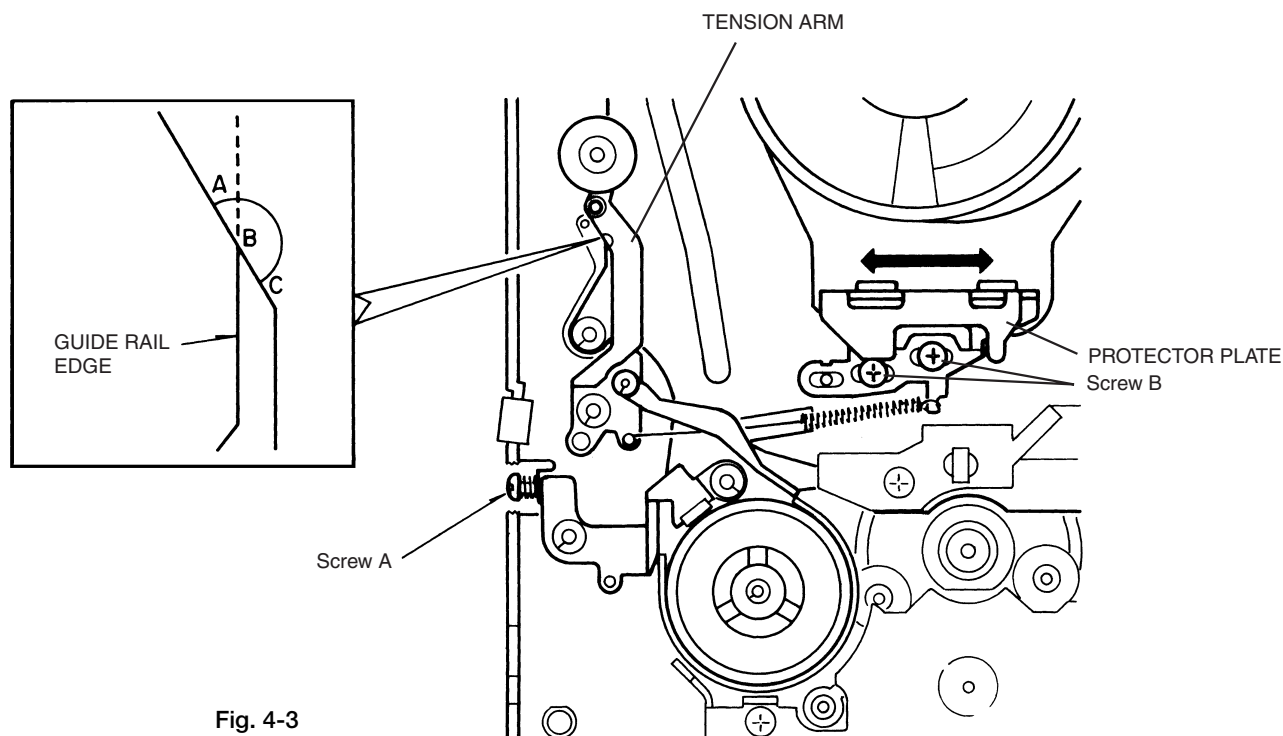

Fig. 4-3
2. Using a Phillips screwdriver, turn adjust screw A (Fig. 4-3), then align the center of the semicircular portion of the tension arm to the guide rail edge.
This should fall within range A to C (see Fig. 4-3).
- 2) If the standard value is not satisfied, remove the torque cassette, loosen screws B (two) in Fig. 4-3 and adjust by moving the protector plate to the left and right. If moved to the left, the torque is reduced, whereas if moved to the right, it increases.
2. プラスドライバーで調整ネジA(図4-3)を回し、テンションアームの半月部の中心をガイドレールエッジに合わせる。
変動はA～Cの範囲であること。(図4-3参照)
- 2) もし規定値を満足しないときは、トルクカセットを外し、図4-3のネジB 2本を緩めプロテクタプレートを左右に動かして調整する。左に動かすとトルクが弱くなり、右に動かすと強くなります。